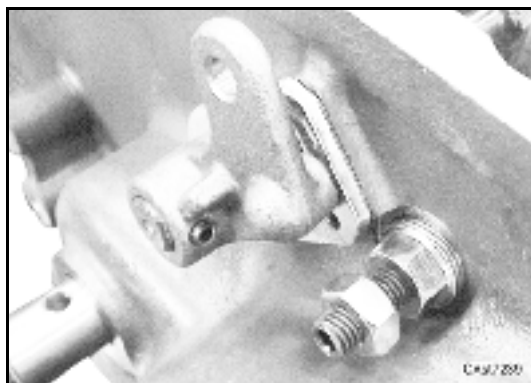

fig. 7
Vedi: fig.7 e 8 per il corretto montaggio della leva comando PTO sincronizzata (10)
See: fig.7 and 8